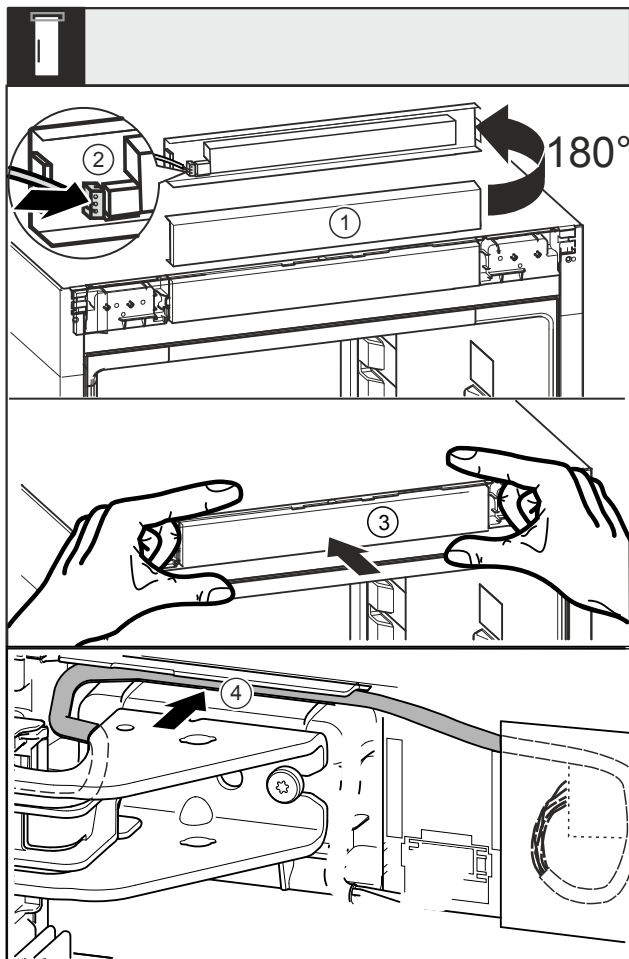

Fig. 45
- ▶ Поверните накладку Fig. 45 (1) вверх на 180°.
- ▶ Зафиксируйте штекер Fig. 45 (2) на фальшпанели.
- ▶ Снова зафиксируйте накладку Fig. 45 (3) на устройстве.
- ▶ Осторожно проложите кабель в направляющей Fig. 45 (4) над верхним опорным кронштейном.